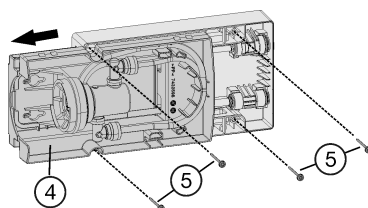

Fig. 38
- Extraiga el cajón *Fig. 38 (4)* hasta la posición de enclavamiento.
- Atornille el módulo con 4 tornillos *Fig. 38 (5)* en la parte delantera a través de las escotaduras y en la parte trasera directamente a través del módulo.